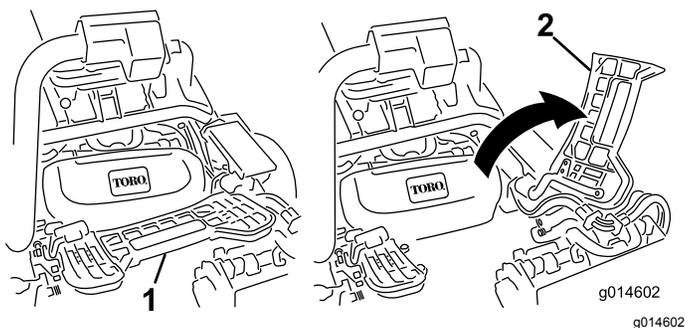

Рисунок 44
1. Поднимите и поверните вверх подножку, открывая доступ к центральному режущему блоку (Рисунок 44).